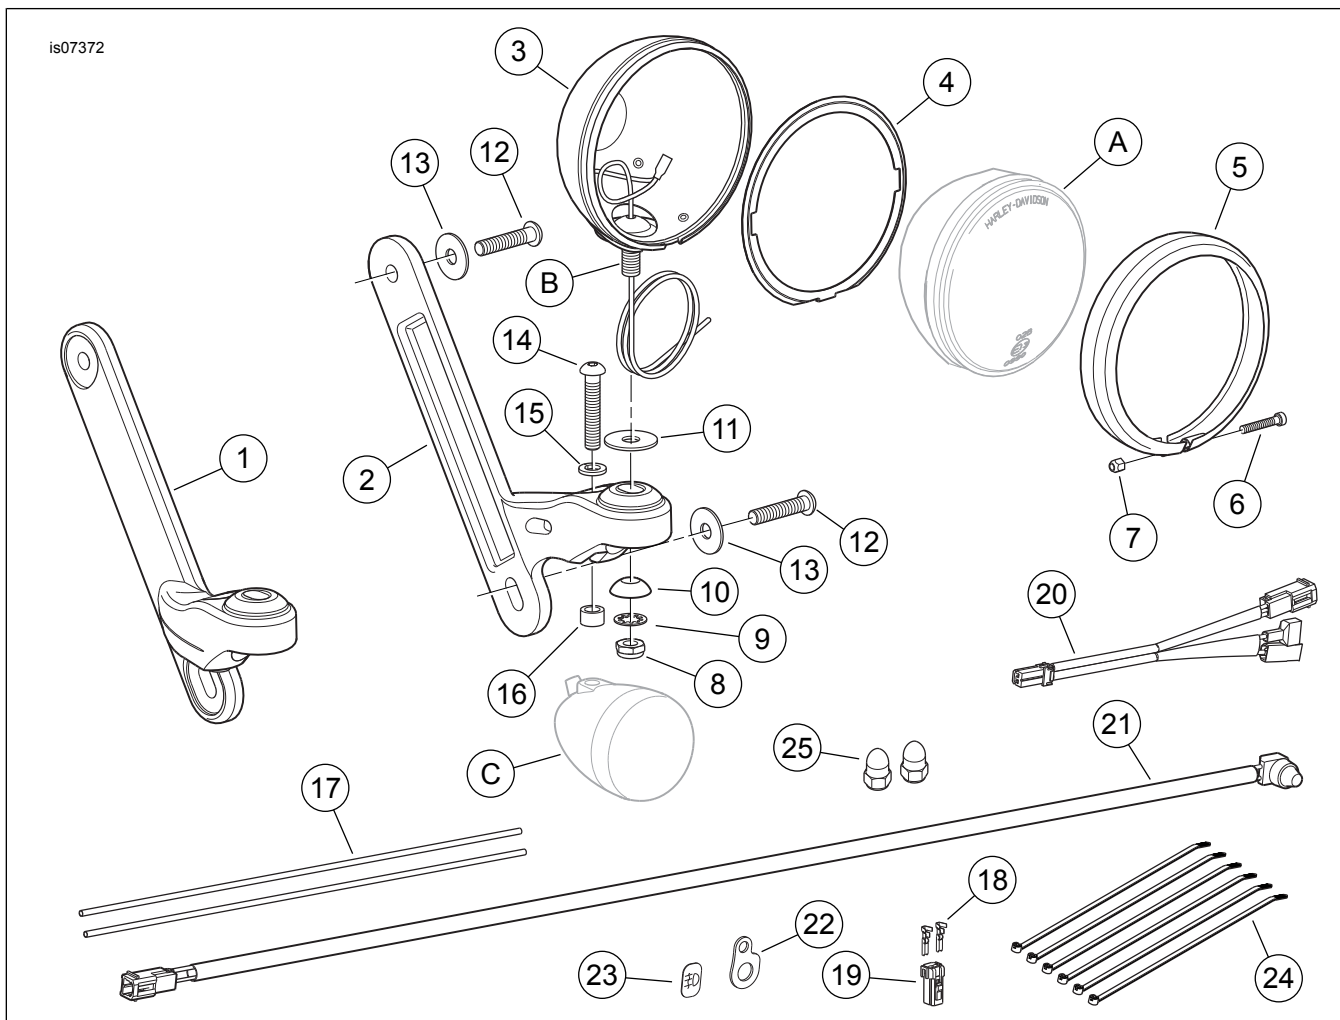

Figura 2. Peças de reposição, kit de fixação de faróis auxiliares FLD
Veja Figura 2 e Tabela 1.
1. Veja Figura 2. Pegue um kit bulbo do farol auxiliar (A, adquirido à parte) e os itens 1 a 11 **deste** kit:
2. Veja Figura 2. Pegue quatro parafusos de cabeça abaulada TORX cromados (12) e quatro arruelas lisas cromadas (13) do kit; e os faróis auxiliares e suportes montados anteriormente.
4. Coloque uma **nova** arruela cromada (13) nas roscas de cada **novo** parafuso cromado (12). Passe o parafuso, a bucha original (OE) e o espaçador pelo furo superior da barra de fixação. Monte o parafuso, sem apertar, na nacela superior e na abraçadeira superior do garfo (subconjunto mesa frontal). Use outro parafuso cromado e outra arruela para apertar a barra de fixação, a bucha e o espaçador na abraçadeira inferior do garfo.
6. Veja Figura 2. Pegue dois parafusos Allen de cabeça abaulada (14), arruelas de pressão (15) e espaçadores (16) do kit.